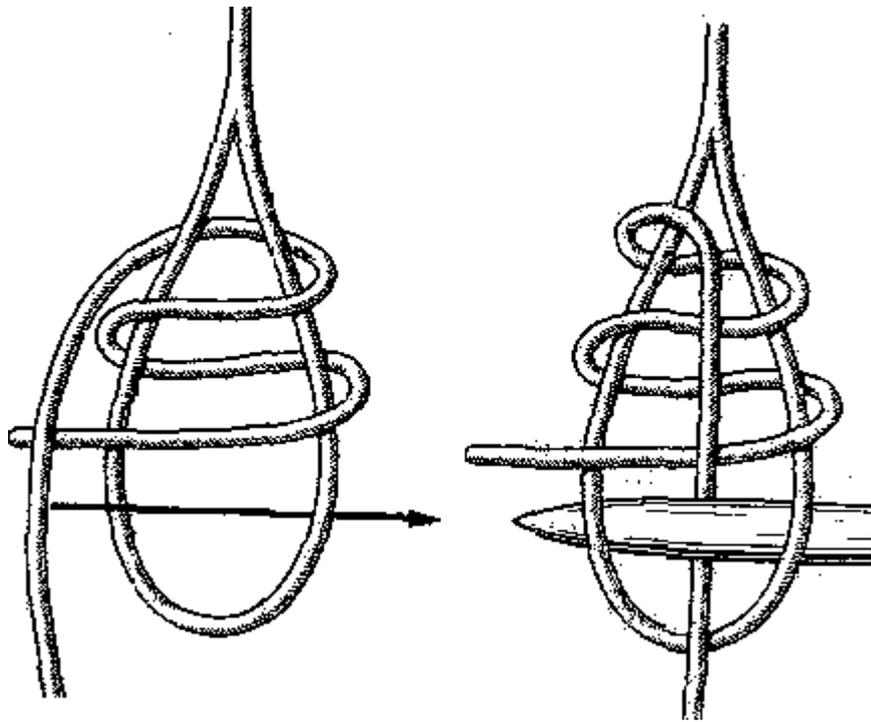

Рис. 112. Гинцевый узел
**Гинцевый узел** (рис. 112). Гинцами моряки называют небольшие тали, основанные между блоком, ввязанным в какую-нибудь снасть, и другим неподвижным блоком. Для ввязывания снасти блока в другую снасть применялся гинцевый узел. На парусных кораблях гинцевый узел применялся, например, при ввязывании ходового конца брам-фала или при ввязывании ходовых концов топенантов нижних реев в стропы блоков гинцев. Для этого обвивали кодовой конец брам-фала два раза вокруг верхней части стропа блока гинцев и, направив брам-фал вертикально вверх ходовую часть, продевали клевант или свайку между стропом и брам-фалом. Такой способ крепления троса в строп или в коуш прост, надежен и может быть применен на середине троса. Его можно рекомендовать современным такелажникам и строителям.